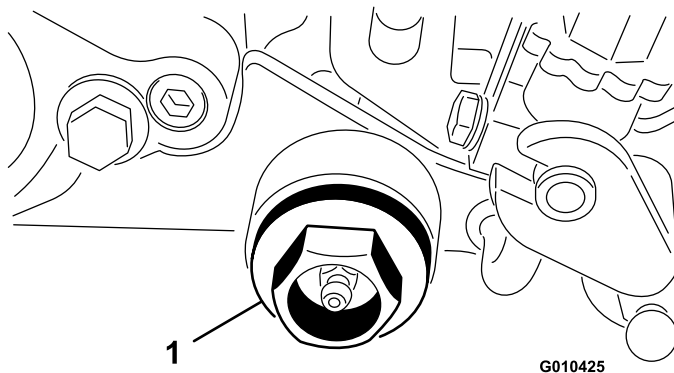

Figure 11
14. Vissez le bouchon dans le carter du groomer (Figure 11).